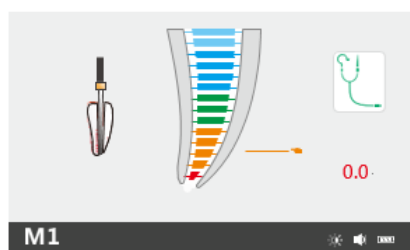

Fig.22 Apex Area-Red
- Cuando la punta de la lima llega al forámen apical, el punto indicador se marca en rojo y se emite un sonido constante (Fig. 22).